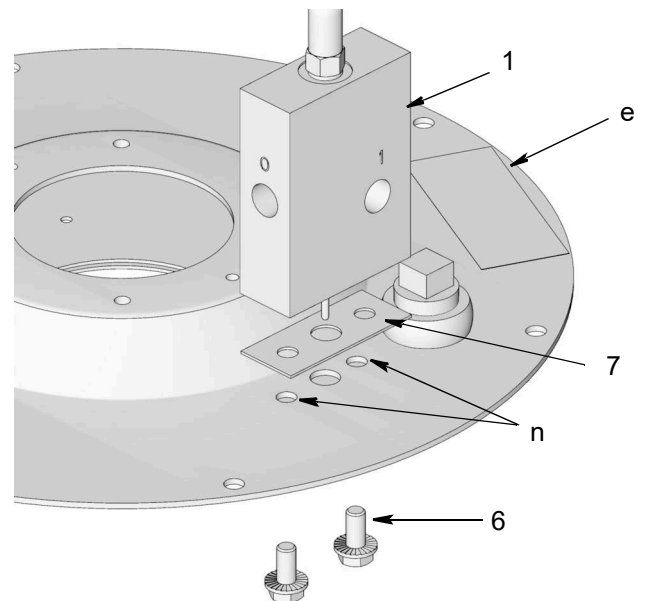

図 8
4. ガスケット (7) をカバー (e) の穴 (n) (図 8) を合わせます。
5. 自動充填シャットオフバルブ (1) をガスケット (7) の上に取り付けます。ボルト (6) を穴 (n) に取り付けます。ボルトをしっかりと締め付けます。図 8 を参照してください。